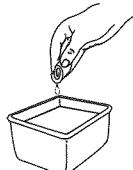

Fig. 31
- Lavez le filtre dans un mélange d'eau et de détergent (Fig. 31). Rincez le filtre abondamment et laissez-le sécher.
- Réinstallez la couverture du filtre à air. Placez les fentes au dessus de la couverture du filtre à air sur les languettes au dessus de la plaque arrière (Fig. 31).